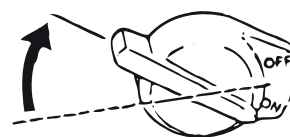

Рис.3
2. Поставьте выключатель в положение «I» (ВКЛ.) (рис. 3).